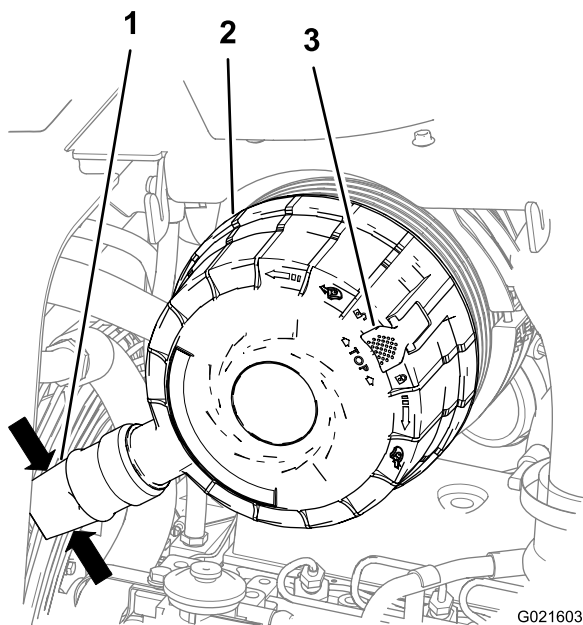

Bild 47
Drücken Sie die Seiten des Staubventils zusammen, um Wasser-, Staub- oder Schmutzansammlungen vom Ventil zu entfernen (Bild 47).
2. Ziehen Sie den Riegel für die Luftfilterabdeckung nach außen (Bild 47).
3. Drehen Sie die Luftfilterabdeckung nach rechts, sodass die Staubkappe auf 8 Uhr steht (Bild 47).
4. Drücken Sie die Riegel für die Luftfilterabdeckung nach innen, bis die Abdeckung fest sitzt (Bild 47).